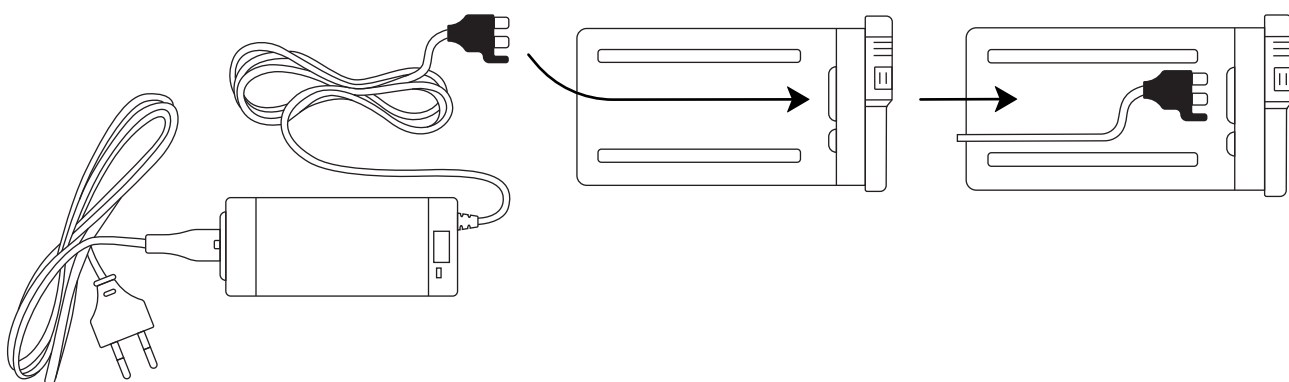

Рис. 8. Схема подключения к аккумулятору через блок питания.
- 1** Подключить к аккумулятору блок питания: ограничитель на разьеме питания должен находиться справа от контактов разьема (см. Рис. 8).